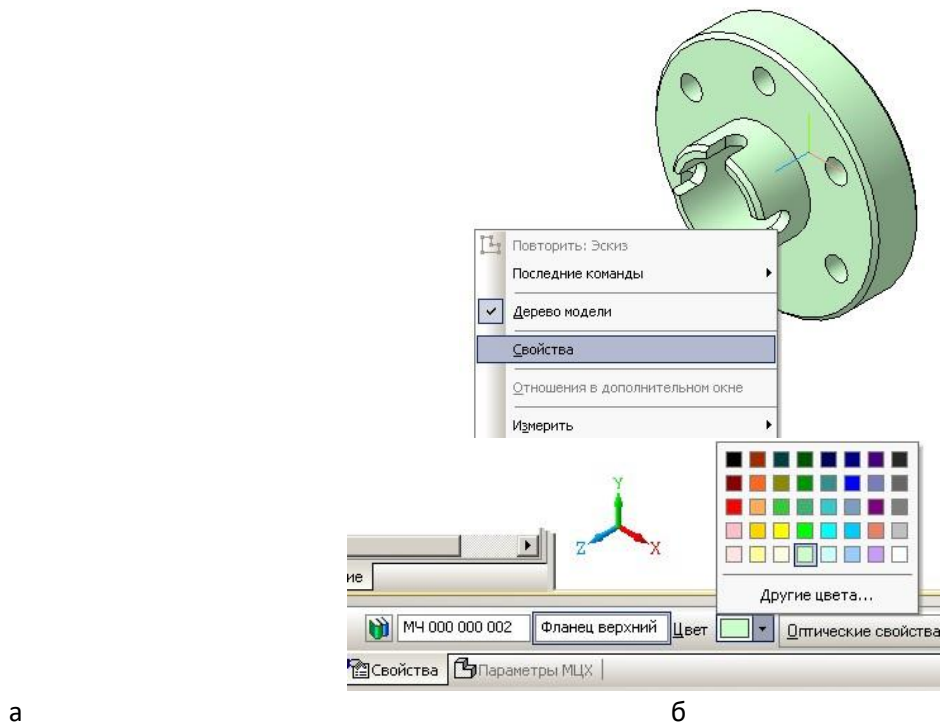

Рисунок 8 – Призначення властивостей моделі
37. Натисніть кнопку **Новый эскиз**  і зобразіть ескіз відповідно до схеми (рис.8).
Клацніть правою кнопкою миші на вільному полі. У меню, що випадає, виберіть команду **Свойства** (рисунок 8а). У рядку параметрів призначте колір, матеріал і заповніть назву та позначення (рисунок 8б).